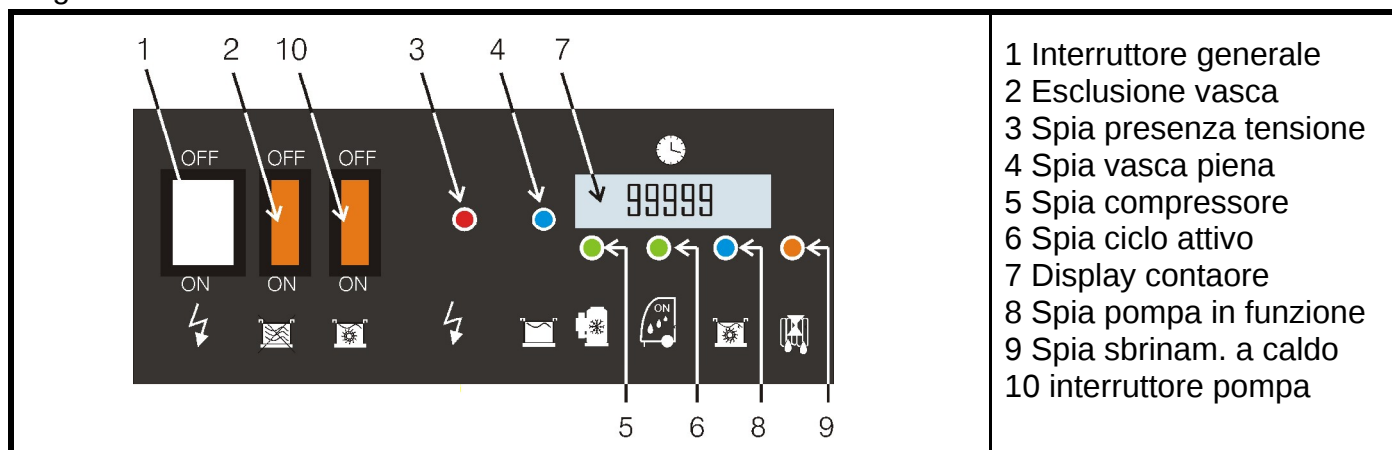

Fig. 7 Pannello comandi EFT PLUS tutti i modelli
Trascorso un certo tempo di lavoro, la scheda elettronica a bordo macchina determina l'arresto temporaneo del ventilatore e l'apertura dell'elettrovalvola di by-pass del condensatore mentre il compressore continua far circolare gas caldo per tempo utile a sciogliere l'eventuale ghiaccio formatosi sull'evaporatore del gas frigorifero. Il dispositivo SMART DEFROSTING della scheda elettronica stabilisce la durata ottimale della fase di sbrinamento. Tale modalità di sbrinamento permette di operare fino a temperature ambiente di 0,5°C. Su questi modelli la fase di sbrinamento è indicata dall'ulteriore accensione della spia 9 (fig.7).
Per accedere a tale modalità è sufficiente collegare un tubo flessibile dell'opportuna lunghezza e diametro (figura a fianco) al portagomma esterno 5 (Fig. 3 B) e posizionare l'interruttore 10 (Fig. 7) in posizione ON per attivare il controllo del ciclo di pompaggio. Controllare inoltre che
l'interruttore 2 (figg. 5, 6 e 7) sia in posizione OFF altrimenti viene escluso il sistema a peso che controlla a sua volta il ciclo di pompaggio. In tal modo, raggiunta la condizione di vaschetta piena, la scheda elettronica attiva un ciclo di pompaggio fino allo svuotamento di quest'ultima segnalando tale fase con l'accensione della spia 8 (Fig. 7). Il ciclo si ripete continuamente impiegando la pompa per lo stretto tempo necessario allo svuotamento.
- ! **Prima di attivare il ciclo di pompaggio con l'interruttore 10 (Fig. 7) assicurarsi che il tubo di scarico sia saldamente collegato al portagomma 5 (Fig. 3 B) anche con fascetta stringi tubo; eventuali pressioni dovute a dislivello possono provocare il distacco del tubo e conseguenti allagamenti.**